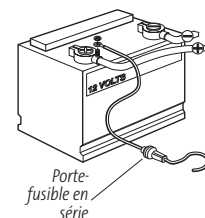

Figure 4
- 1b. Si vous devez connecter la tête de commande directement à la batterie, procurez-vous un porte-fusible et un fusible de 1 A à 3 A, et installez-les en série afin de protéger l'appareil (Figure 4). Humminbird ne garantit pas le produit contre les surtensions et les surintensités.